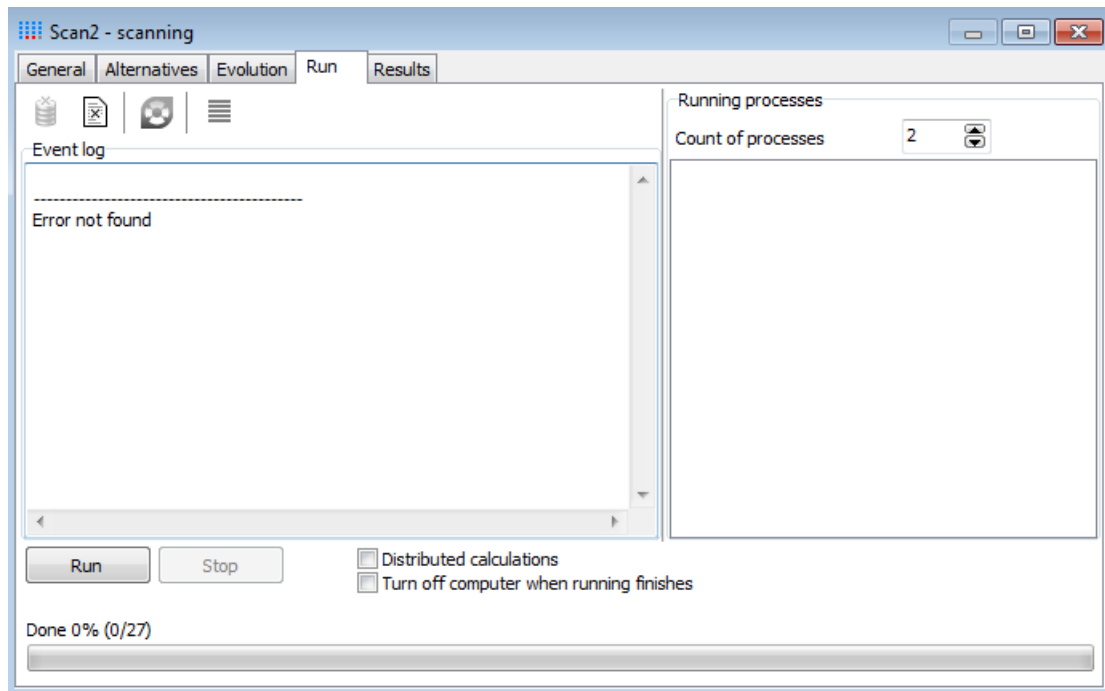

图 2.12 运行 Scanning 项目
2. 确保之前的每一步操作都正确，那么日志窗口将提示 “**Error not found**”，如图 2.12 所示。